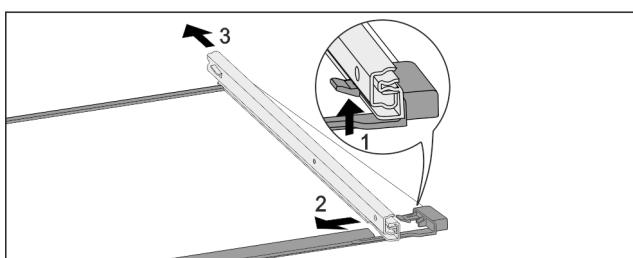

Fig. 205 Скляна пластина з рейками
- Натиснути передній гачок-фіксатор вгору. Fig. 205 (1)
- Виштовхніть вільну рейку в сторону Fig. 205 (2) та назад Fig. 205 (3).